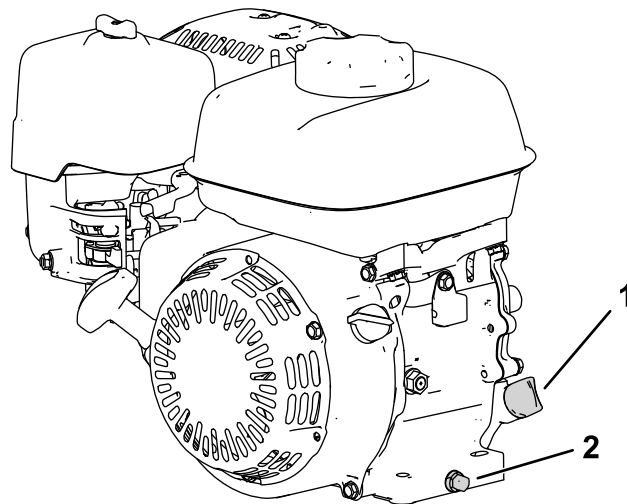

Bild 17
2. Stellen Sie die Maschine so, dass der Motor eben steht, und reinigen Sie dann den Bereich um das Ölfüllrohr (**Bild 17**).
3. Entfernen Sie die Ablassschraube (Bild 17).